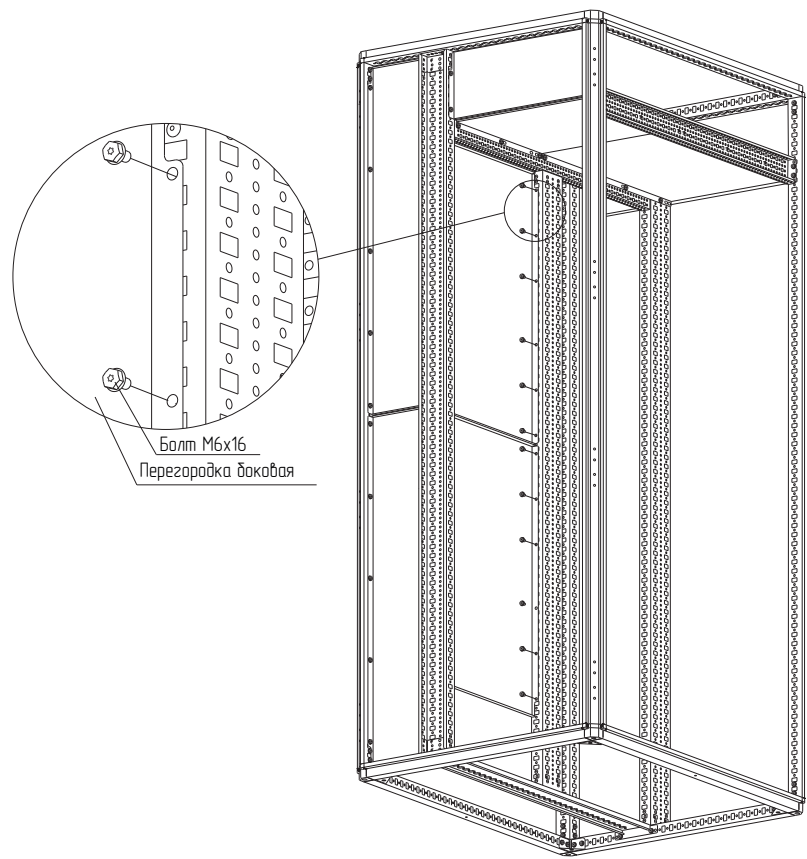

Рисунок 60
4.34.2 Закрепить перегородки боковые для распределительных шин на нужной высоте на стойках каркаса болтами М6×16 (рисунок 60). Момент затяжки – 7 Н·м. Болты приобрести отдельно.